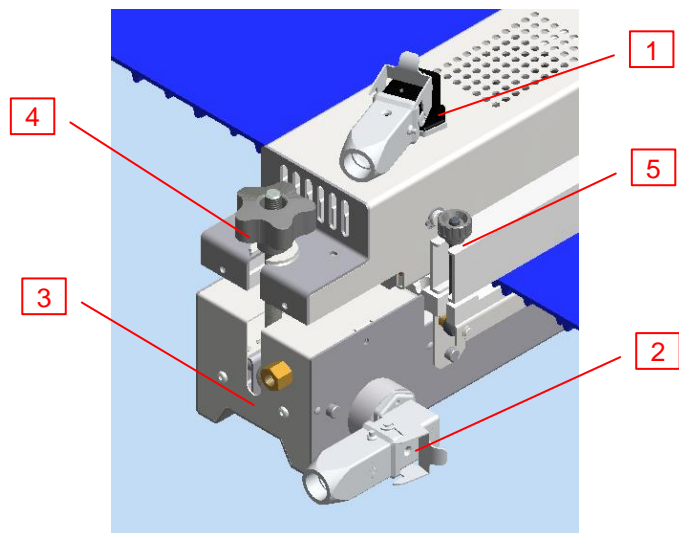

Figura 3 – Vista lato connettori
- Connettere i cavi di collegamento tra unità di regolazione PFR-101 e prensa ed assicurarsi che corrispondano alle assegnazioni piastra superiore e piastra inferiore (Figura 3, particolare 1 e 2); questo avviene seguendo i colori corrispondenti delle prese su PQ-1303 e delle spine su cavi PFR-101.